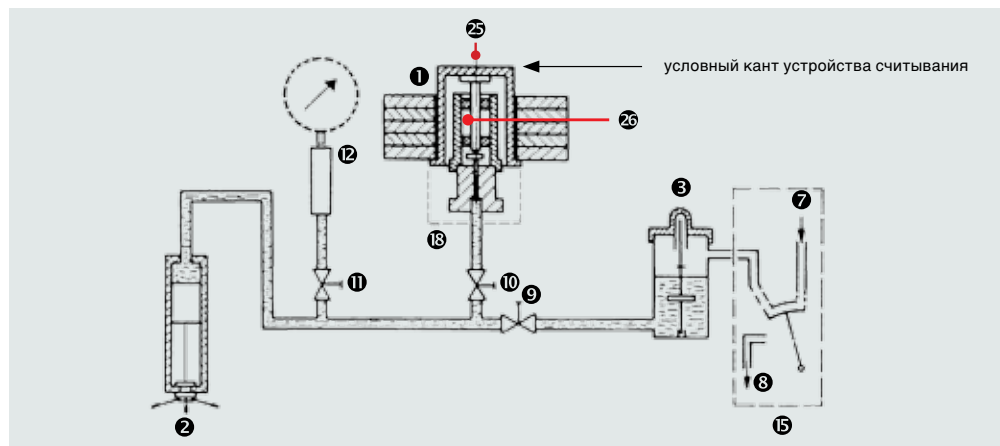

Рис. 3: схематическое изображение
- Вращая винтовой насос, скорректировать давление таким образом, чтобы верхний кант грузоприемного устройства **14** (⇒ Рис. 3) совпал с маркировкой на зеркале устройства для считывания **5**.